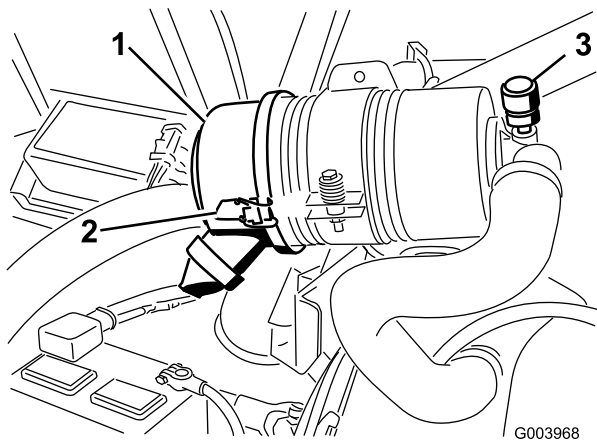

Bild 52
Warten Sie den Luftfilter nur, wenn die Wartungsanzeige dies angibt (Bild 52). Das frühzeitige Auswechseln des Luftfilters erhöht nur die Gefahr, dass Schmutz in den Motor gelangt, wenn Sie den Filter entfernen.
1. Lösen Sie die Riegel, mit denen die Abdeckung des Luftfilters am Luftfiltergehäuse befestigt ist (Bild 52).